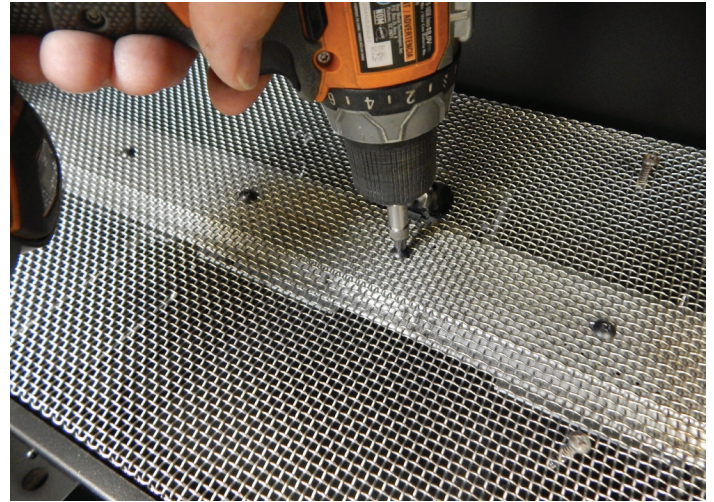

Figure 2
9. Retirer les neuf (9) vis Phillips à tête bombée qui fixent la grille au brûleur. **Voir Figure 2.** Soulever la grille du brûleur pour l'enlever et la mettre de côté.